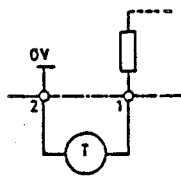

Figure 5.3.1.1
- Raccordement selon la figure 5.3.1.1